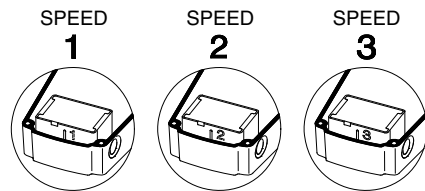

Рис. 14 Вибір швидкості
3. Витягніть модуль перемикача швидкостей і вставте його так, щоб необхідну швидкість було видно через вікно в клемній коробці. Див. рис. 14.